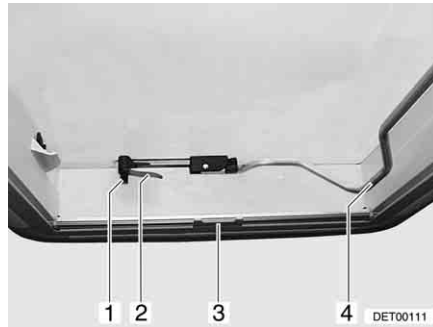
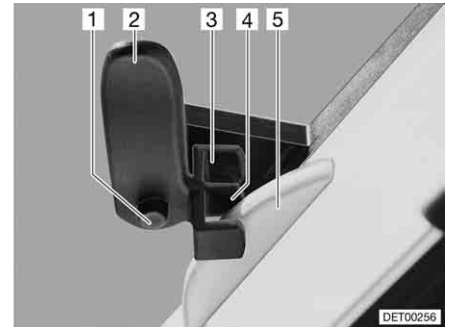

Fig. 64 Claraboya Heki, cerrada
Fig. 65 Claraboya Heki en posición de ventilación 1
- Pulsar el botón de seguridad (Fig. 64,1) y girar la palanca de bloqueo (Fig. 64,2) un cuarto de vuelta hacia dentro.
- Tirar hacia abajo de la horquilla (Fig. 64,4) para desbloquearla.
- Girar la palanca de bloqueo (Fig. 64,2 y Fig. 65,2) un cuarto de vuelta. El saliente del bloqueo del techo (Fig. 65,5) debe encajar en la horquilla de bloqueo superior (Fig. 65,3).
- Presionar el botón de seguridad (Fig. 65,1) y girar hacia atrás la palanca de bloqueo (Fig. 65,2). El saliente del bloqueo del techo (Fig. 65,5) debe encajar en la horquilla de bloqueo inferior (Fig. 65,4).